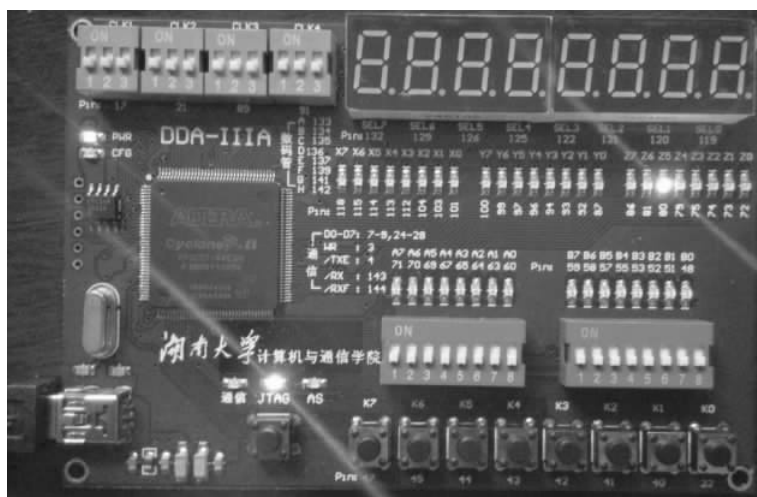

图 5-7-5 硬件验证结果
最终结果: 如图 5-7-5 所示, QD:1->0, 连续观察到 IOR_o(5) 交替亮灭(对应 PIN: 80